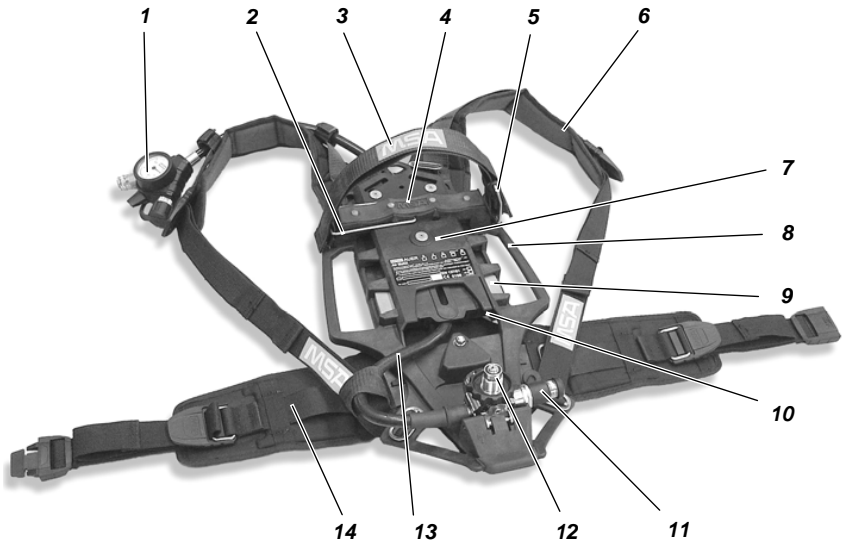

Fig. 1 Equipo de protección respiratoria de aire comprimido AirMaxx SL
- (1) Colocar horizontalmente el equipo de protección respiratoria de aire comprimido de forma que la cara posterior quede hacia arriba (véase la Fig. 1).
- (2) Poner el separador de botellas (2) en posición horizontal opuesta a la brida de tensión (5) hasta quedar enganchado.
- (3) Comprobar que la junta tórica del reductor de presión (12) se encuentra en perfectas condiciones.
- (1) Colocar horizontalmente el equipo de protección respiratoria de forma que la cara posterior quede hacia arriba (véase la Fig. 1).
- (2) Poner el separador de botellas (2) en posición vertical hasta quedar enganchado.
- (3) Si no existe una pieza en T conectada al reductor de presión (12), inspeccionar las juntas tóricas del reductor de presión y de la pieza en T y enroscar ligeramente la pieza en T.